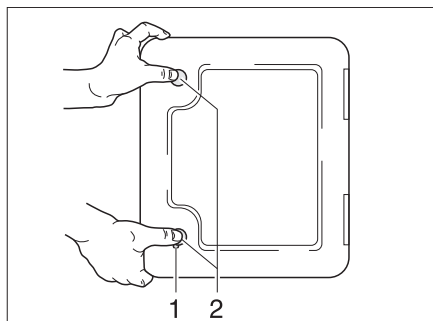

Fig. 33 Portillon pour toilette à cassette
- Insérer la clé dans le barillet du verrou à pression (Fig. 33,1) et la tourner d'un quart de tour.
- Appuyer du pouce et simultanément sur les deux verrous de pression (Fig. 33,2) et ouvrir le portillon pour la toilette à cassette.
- Insérer la clé dans le barillet (Fig. 33,1) et la tourner d'un quart de tour.